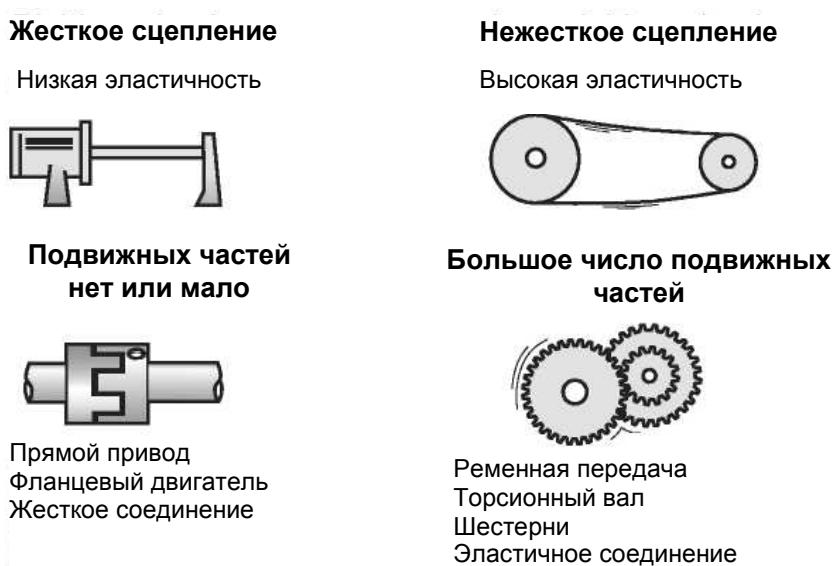

Рис. 4.5 Типы механизмов
- 3) Тип механизма в зависимости от соотношения моментов инерции и степени жесткости (рис. 4.5) механической связи двигателя с механизмом *AT_mechanics* [*tun-MECh*]):